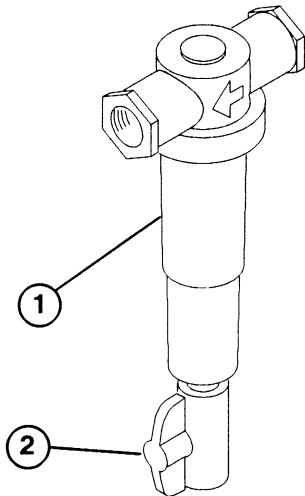

Fig. 11
7. All'occorrenza aprire leggermente la valvola sul prefiltrato (Fig. 11) per avere un flusso continuo durante il funzionamento della macchina.